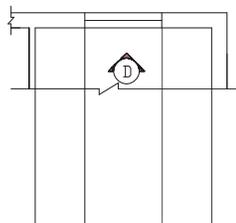

图 8-1-51
**STEP 01** 使用 TRIM 整理出局部的平面图，并使用绘制直线命令 LINE 绘制出立面图的边线如图 8-1-51 所示。